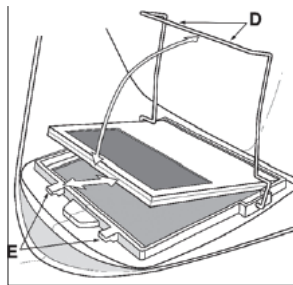

Figura 3
Colocación de un Nuevo Cartucho: Tome el nuevo cartucho de sombra y pase el cable del potenciómetro bajo el bucle de alambre antes de colocar el cartucho en su marco de retención dentro de la careta. Cierre el bucle de alambre y asegúrese de que el borde frontal del mismo (D) esté adecuadamente asegurado bajo las lengüetas de retención (E) como se muestra (figura 3).